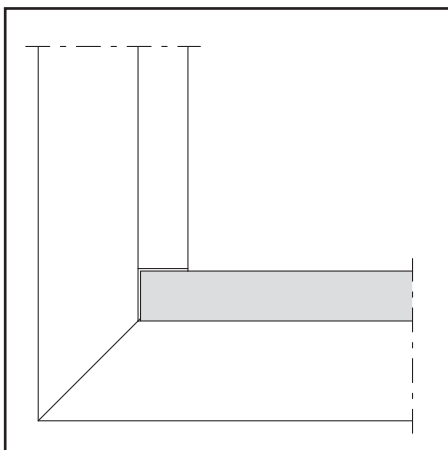
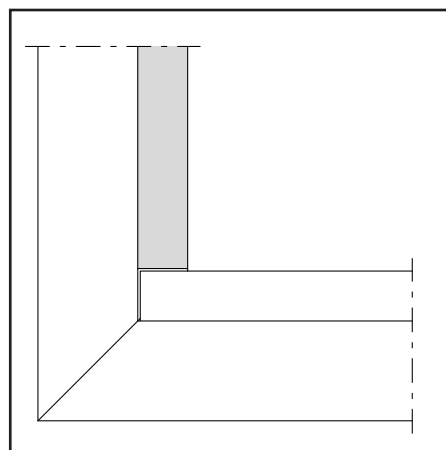

Abb. 5 / Fig. 5 / Fig. 5
Abb. 6 / Fig. 6 / Fig. 6
(Abb. 5/6)**
Damit die Glasleisten im Brandfall dilatieren können, müssen sie auf Untermaass zugeschnitten werden. Die horizontalen Glasleisten (Abb. 5) werden durchgeführt, die vertikalen Glasleisten (Abb. 6) dazwischengesetzt.
(fig. 5/6)**
Afin de permettre la dilatation des parcloses en cas d'incendie, il faut les couper à une dimension inférieure à la coté prescrite. Les parcloses horizontales (fig. 5) sont posées en continu, les parcloses verticales (fig. 6) sont intercalées.
**Cutting glazing beads to size (fig. 5/6)**
The glazing beads must be cut to a dimension smaller than specified to allow for expansion in the event of fire. The horizontal glazing beads (fig. 5) are laid in a continuous strip, the vertical ones are positioned between them (fig. 6).